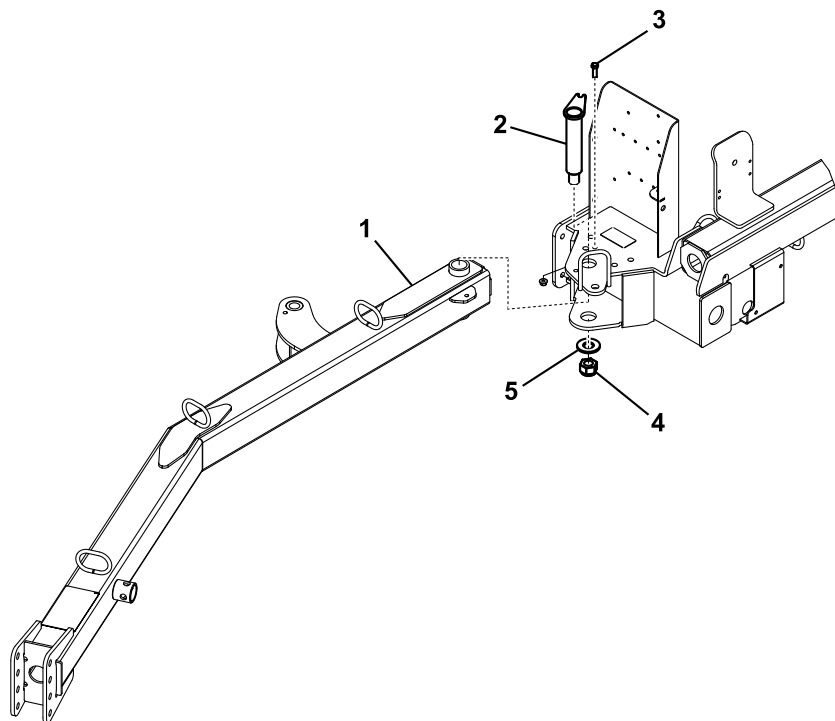

Figure 3
1. Insérez l'extrémité arrière de la flèche d'attelage entre les plaques de montage du balai-ramasseur tout en alignant les trous de montage (Figure 3).
2. Insérez la broche d'attelage dans les plaques de montage et la flèche d'attelage (Figure 3).
3. Fixez le haut de la broche d'attelage à la plaque de montage avec un boulon 3/8 x 1-1/4" et un contre-écrou 3/8" (Figure 3).
4. Fixez le bas de la broche d'attelage avec une grande rondelle, un grand écrou et une vis à tête carrée (Figure 3).